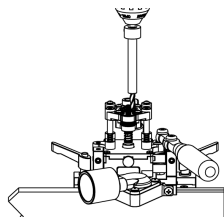

FIG. 15
1. Votre perceuse dans une main, insérez la rallonge pour perceuse dans le palier supérieur et la bague de guidage inférieure, puis posez votre autre main sur la poignée. (Voir figure 15.)